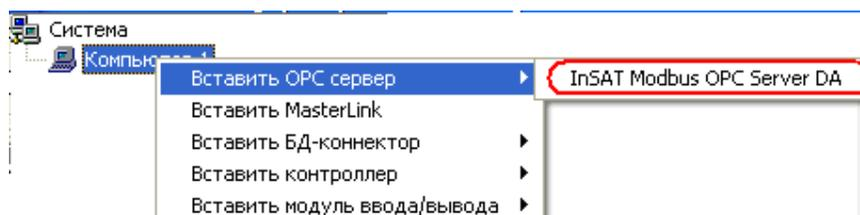

**Рис. 1.** Устройство дискретного ввода-вывода МК110-224.8Д.4Р. Схема подключения для выполнения лабораторной работы.
3. Подключите устройство МК110-224.8Д.4Р по схеме (**Рис. 1**) к каналу RS485.
ШИМ 4-го выхода устройства МК110 подключен к счетчику 8 как показано на рис. **Рис. 1**. Предположим, что нам необходимо заполнять цистерну. Насос запускается через ШИМ-4 подачей на него кода 250. Уровень жидкости в цистерне измеряется и пропорционален значению 8-го счетчика. Полный слив жидкости выполняется записью любого значения в счетчик.